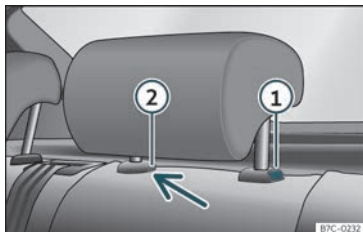

Fig. 103 Encostos de cabeça traseiros: desmontagem.
- Pressione o botão»» Fig. 103 ①, pressionando ao mesmo tempo através do orifício da trava de segurança ② com uma chave de fendas plana com um máximo de 5 mm de largura e retire o encosto de cabeça.